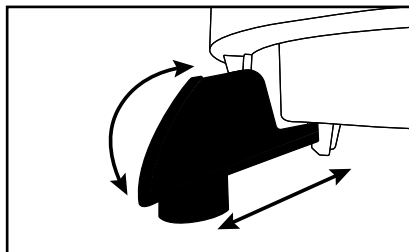

Fig. 1
- 1) Sæt pulpbeholderen **6** ind i holderen på saftbeholderen **5**, der passer. Lige overfor skal saftudløbet **11** være anbragt. Sæt den først ind i den lille åbning på saftbeholderen **5** med krogen, klap den så op, og sæt den ind i holderen (se fig. 1).
- Tag saftudløbet 11 af saftbeholderen 5 for at rengøre den (se fig. 1).